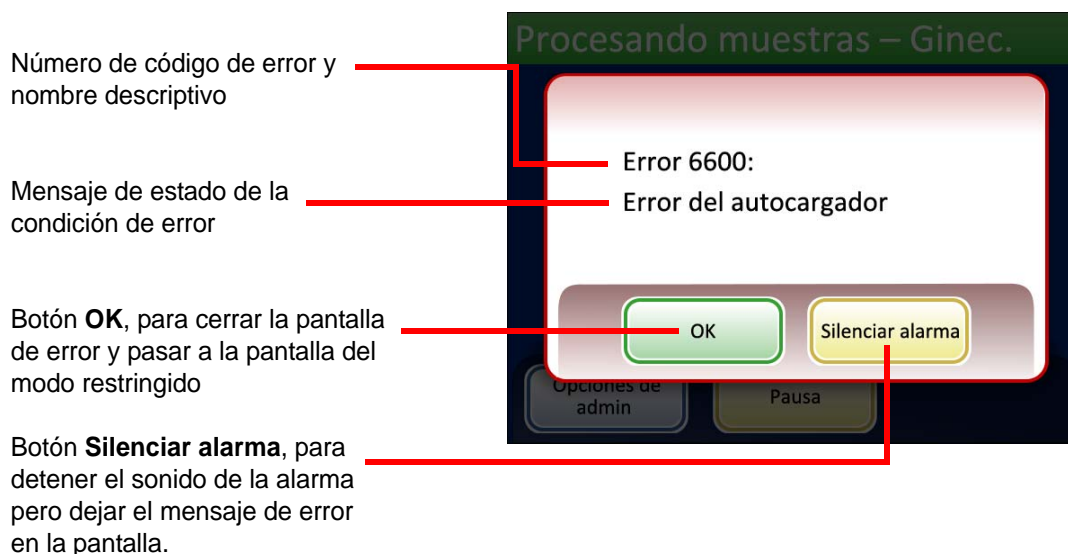

Figura 9-1 El sistema ha detectado un error
- Mostrar el mensaje de error y emitir una alarma acústica, si está activada (consulte la Figura 9-1). El sistema intenta la recuperación (durante un minuto como máximo).